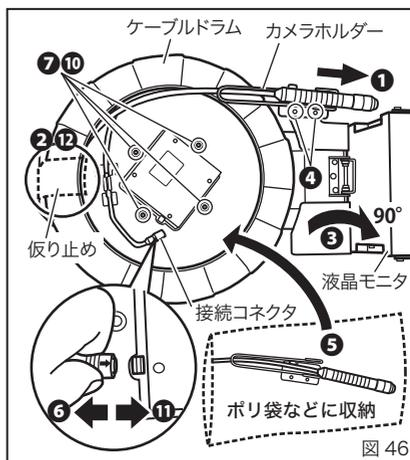

図 46
1. ケーブルドラムの取外し（図 46、47）
- ① GLS-V2830 のカメラヘッドを少し引きだしておきます。
- ② ケーブルドラムが回転しないよう、テープなどで仮止めします。
- ③ 液晶モニターは 90° に起こします。
- ④ カメラホルダーの固定ねじ（十字穴付きなべ小ねじ M4x12）2 個を外します。
⑩ケーブルドラムのネジ穴と本体側のネジ穴位置を合わせ、ネジを固定します。(⑦で外したネジ) (図 46、47)
⑪コネクタを接続します。ケーブル側の→表示を上向きにして、本体側コネクタに結合します。結合を確認するため、軽くコネクタを引っ張り、抜けないことを確認します。(図 46)
⑫ケーブルドラムが回転しない様、②と同様にテープでケーブルドラムを仮止めます。(図 46)